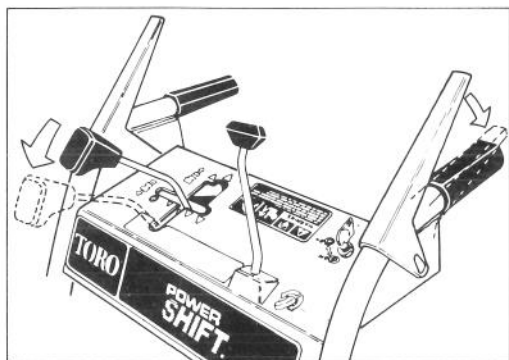

Abbildung 15
2. Um die Räder in die Vorderstellung oder Rückwärtsstellung zu bringen, die Schalts-tange komplett nach vorn in die Power Shift-Stellung bringen und halten (Abb. 15).